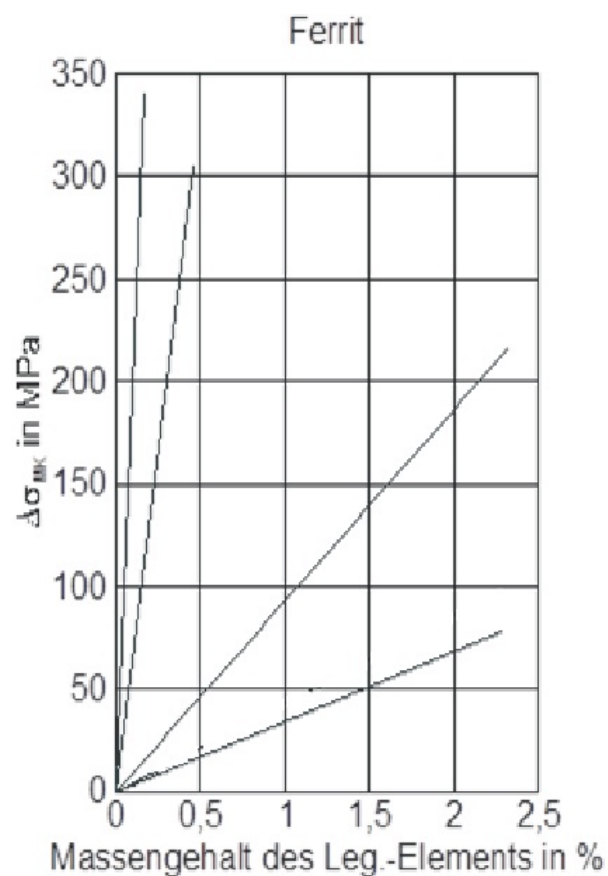

Abbildung 1
b) In **Abbildung 1** ist ein Diagramm mit dem Einfluss verschiedener Legierungselemente auf die Streckgrenze für einen ferritischen Stahl gegeben. Ordnen Sie den Geraden die zugehörigen Elemente (P, Si, C, Mn) zu. (2 Punkte)